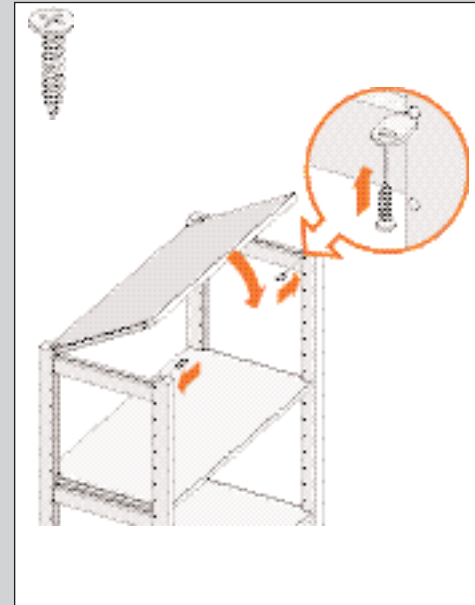

ABBILDUNG 21
2. Schrauben Sie die Auflagebeschläge am Fachboden fest (siehe Abb. 21).